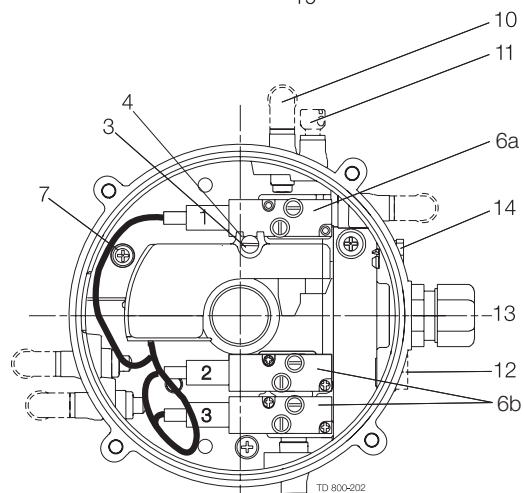

Рис.1. Типовая конструкция, ThinkTop®.
- Мембранный вент. канал Gore с переходником (Рис. 1 Базовая конструкция, поз. 14) для ThinkTop до ноября 2006 г.; 9613-4315-01.